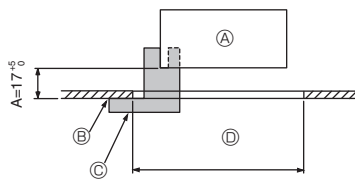
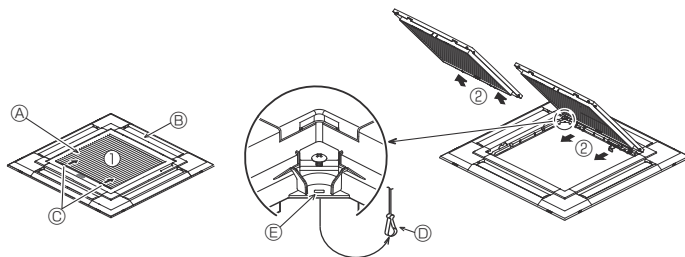
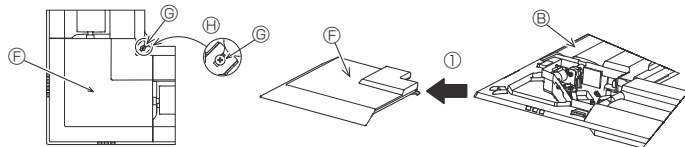

Fig. 9-2
Fig. 9-3
Fig. 9-4
①	Grill	1	950 × 950 (mm)
②	Installationstolk	1	(Indelat i 4 delar)
③	Skruvk (4 × 16)	1	För PLP-6EAE, PLP-6EALME2
④	i-see sensor hörnpanel	1	För PLP-6EAE, PLP-6EALME2
⑤	Trådlös fjärrkontroll	1	För PLP-6EALM2, PLP-6EALME2
⑥	Fjärrkontrollens hållare	1	Ingår i enheter med trådlös fjärrkontroll. *
⑦	LR6 AA-batterier	2	Ingår i enheter med trådlös fjärrkontroll. *
⑧	3,5 × 16 självgående skruvar	2	Ingår i enheter med trådlös fjärrkontroll. *
9.2. Förberedelser för fäste av grillen (Fig. 9-2)
- Använd tolken ② som medföljer satsen för att justera och kontrollera placeringen av huvudenheten i förhållande till takytan. Om huvudenheten inte är korrekt placerad i förhållande till takytan kan luftläckage uppstå eller kondens samlas.
- Ⓒ Installationstolk ② (satt i huvudenheten)
9.2.1. Demontering av insugsgrillen (Fig. 9-3)
- Skjut armarna i den riktning som visas på pilen ① för att öppna grillen.
- Med insugsgrillen i läge "öppen", ta bort gångjärnen på insugsgrillen från grillen som visas med pilen ②.
9.2.2. Demontering av hörnpanel (Fig. 9-4)
- Lossa de 4 skruvarna på hörnpanelen. Skjut hörnpanelen i pilens riktning ① i figuren och ta bort hörnpanelen.
[Fig. 9-3] [Fig. 9-4]